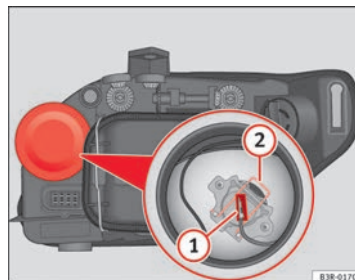

Fig. 210 Luz de carretera
- Extraiga el conector ⇒ fig. 210 ① de la lámpara.
- Presione el resorte ⇒ fig. 210 ② hacia dentro y hacia la derecha.